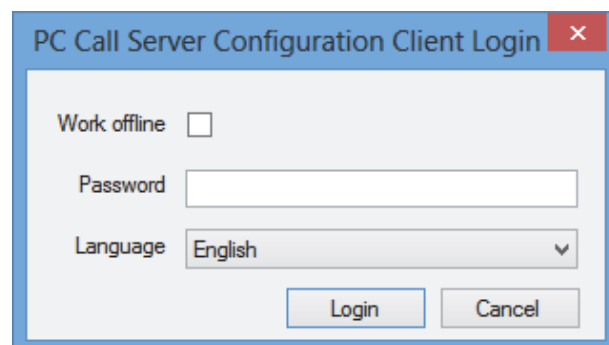

figura 61.1: PCCstConfig Login
- 2 Fare clic su *PC Call Server Configuration Client*. Appare una schermata simile a quella in figura 61.1.